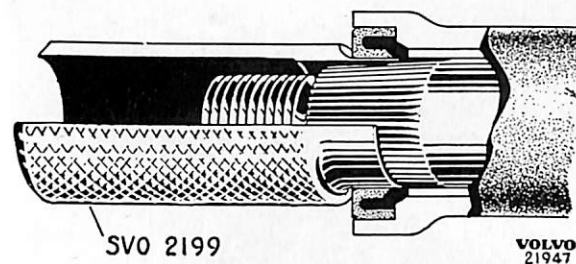

Bild 34. Montering av styraxel.
7. Anbringa skyddshylsan SVO 2199 enligt bild 34 och montera styraxeln i styrsnäckshuset. Fyll några droppar olja vid justerskraven i styraxeln.